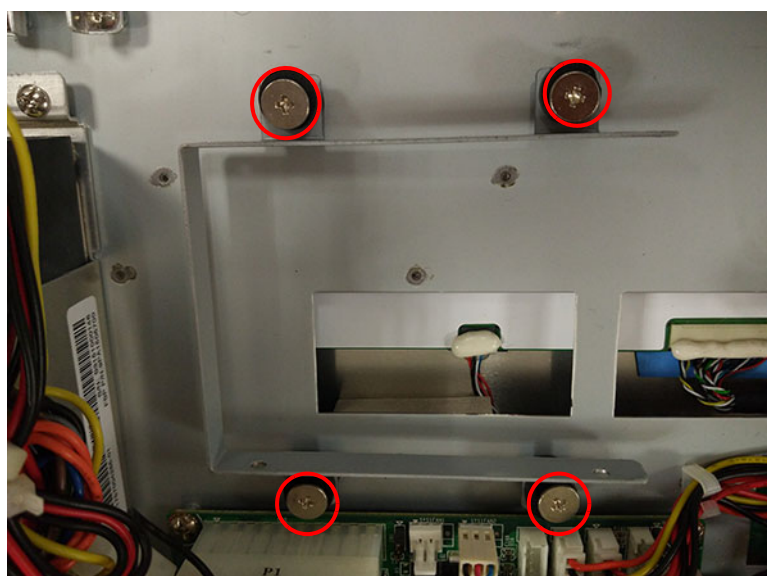

图 2.17:
2. 取下下图红圈内的四颗螺丝，将 HDD U 型支架取下，如图 2.17 所示。